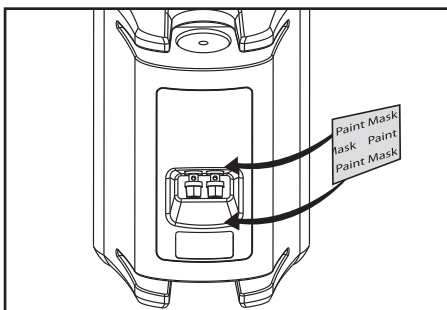
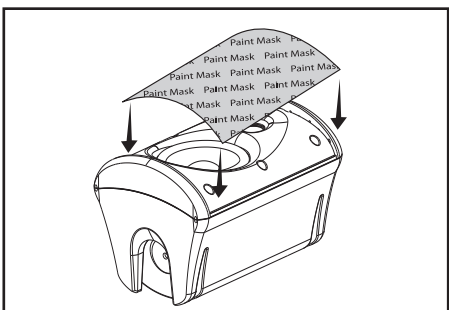

FIGURE 5
FIGURE 6
2. Mask off the binding posts on the back of the speaker [figure 5], the end panels and bracket knobs, and carefully mask off the front of the speakers to protect the drivers and baffles while painting [figure 6]. The grille features an engraved logo pod. You can mask this off or paint right over it.
2. Masquez les bornes situées à l'arrière de l'enceinte (figure 5), les panneaux d'extrémité et la portion fileté(e) des boutons des supports, puis masquez la surface avant des enceintes avec soin pour protéger les haut-parleurs et les baffles lors de l'application de la peinture (figure 6). La grille est dotée d'un logo – vous pouvez le masquer ou le peindre.